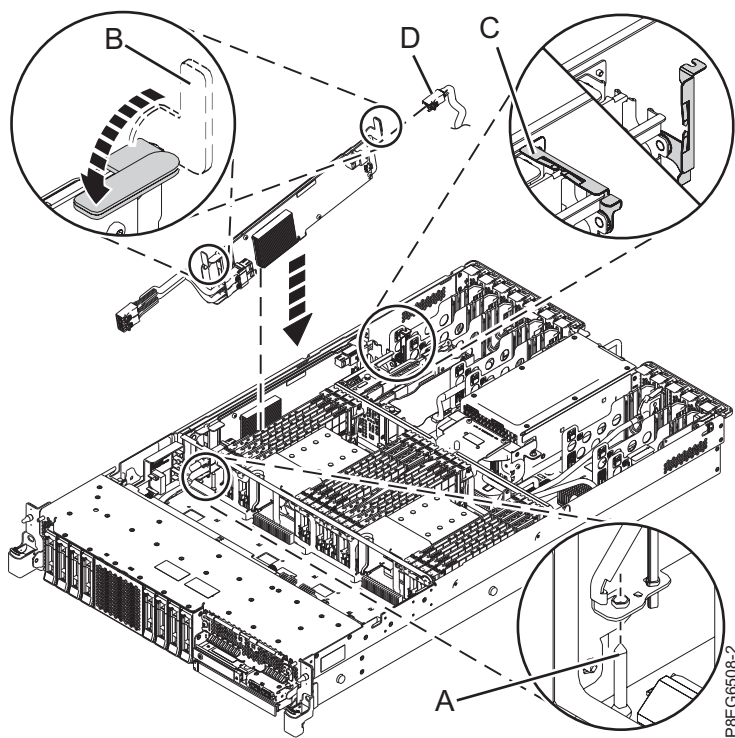

Figura 4. Substituindo o adaptador SAS RAID
2. Conecte o cabo SAS na porta do conector frontal no adaptador interno SAS RAID. Empurre o conector até que a trava do conector se encaixe. O fim do cabo que possui os plugues de rótulo de manufatura no painel traseiro da unidade de disco. Consulte o Figura 4 na página 7.
4. Se o cabo estiver presente, reconecte o cabo SAS traseiro (D) ao conector traseiro do adaptador SAS RAID.
5. Conclua a instalação do adaptador SAS RAID encaixando-o completamente agora. Assegure-se de que o adaptador esteja instalado no pino de encaixe (A). Pressione a extremidade superior-central da placa para baixo para posicioná-la firmemente no conector do painel traseiro do sistema.
6. Empurre as alças azuis (B) na direção que é mostrada em Figura 4 na página 7.
7. Empurre o suporte de retenção do cabo (C) na direção que é mostrada em Figura 4 na página 7.